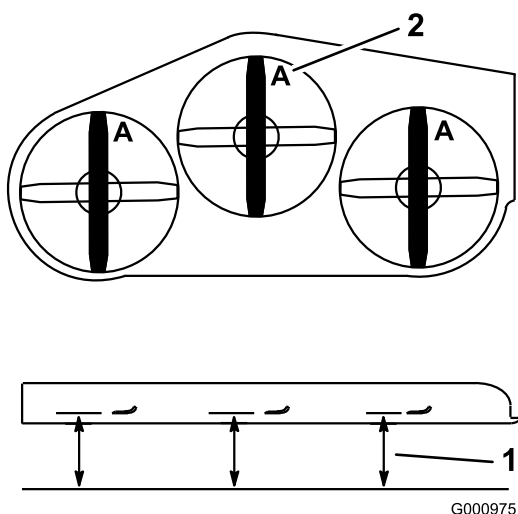

**Figura 109**
1. Inspeccione los filos de corte (Figura 109).
4. Si observa fisuras, desgaste o la formación de una ranura en esta zona, instale de inmediato una cuchilla nueva (Figura 109).